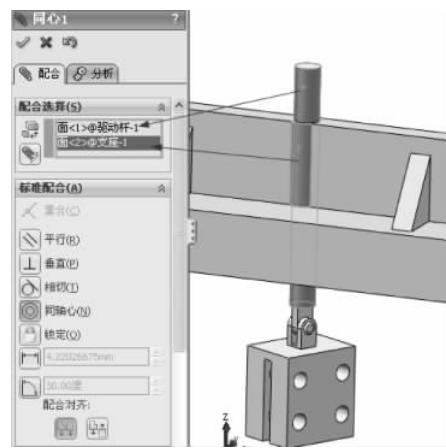

图 3-99 同轴心配合
(2) 单击【装配体】工具栏中的【配合】按钮 ，弹出【配合】的属性设置。在【标准配合】选项组下选择【同轴心】配合类型 ，单击【配合选择】选项组下的选择框，然后在图形区域中选择支座中间的轴承孔表面和驱动杆轴的外圆面，其他保持默认，如图 3-99 所示，单击【确定】按钮 ，完成同轴心的配合。